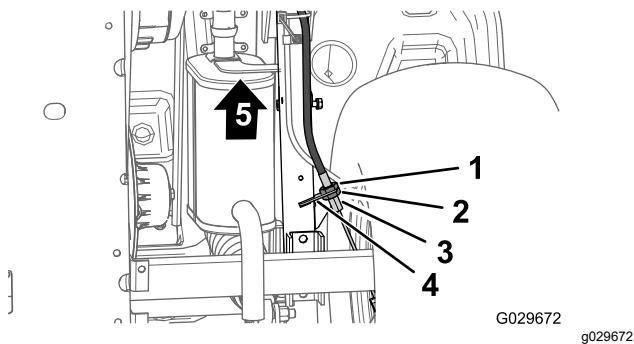

Figure 66
- Au bas de la machine, desserrez de 4 tours l'écrou de blocage arrière du régleur fileté sur le câble de frein de stationnement (Figure 66).
- Resserrez l'écrou de blocage avant (Figure 66).
- Desserrez d'un tour l'écrou de blocage avant (Figure 66) du régleur fileté du câble de frein de stationnement.
- Resserrez l'écrou de blocage arrière (Figure 66).
- Desserrez d'un tour l'écrou de blocage arrière (Figure 66) du régleur fileté du câble de frein de stationnement.